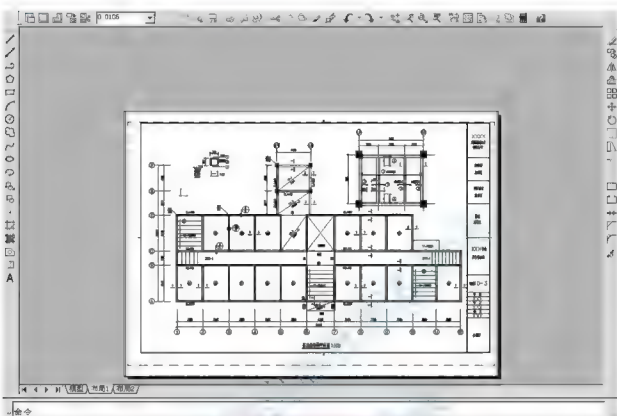

图 5.97 冻结【视口】图层
⑥ 将右上角视口设定为当前视口，并将视图调整至只显示“XB-1 配筋图”状态，在【视口】工具栏右侧的文本框内设置该图的出图比例为 1 : 50。
⑦ 将主图视口设定为当前视口,并在【视口】工具栏右侧的文本框内设置该图的出图比例为 1 : 100。
⑧ 冻结【视口】图层,结果如图 5.97 所示。